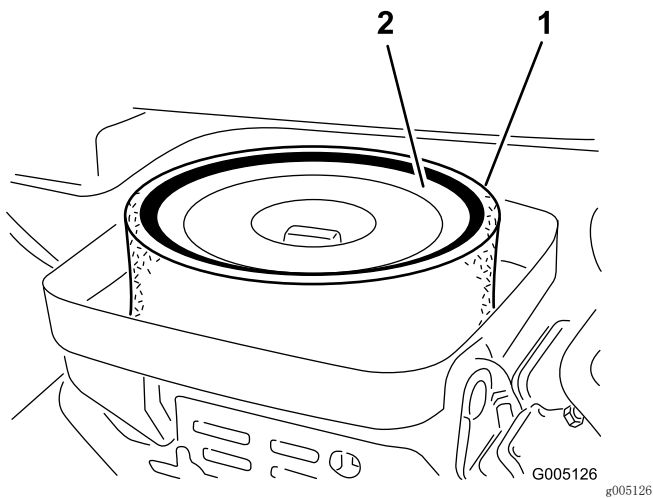

图25
3. 卸下将滤芯固定到空气滤清器壳体上的蝶形螺帽（图25）。
4. 如果泡沫滤芯变脏，请将其从纸质滤芯中取出（图25）。按照以下方式彻底清洁滤芯：